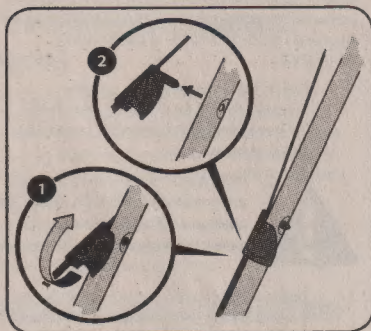

Figura 4-3
1. Rote hacia arriba el accesorio del cable de la transmisión en la manija superior izquierda. Vea la Figura 4-3.